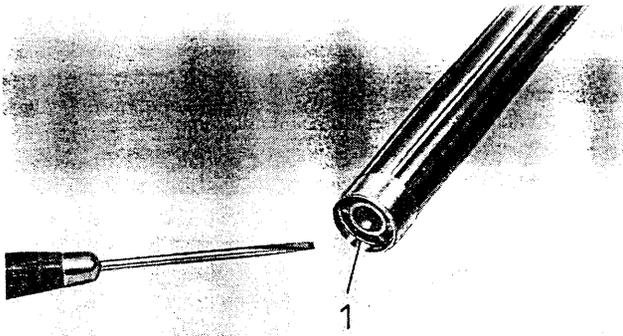
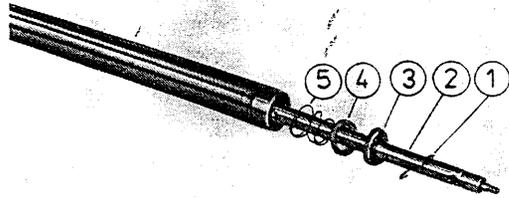
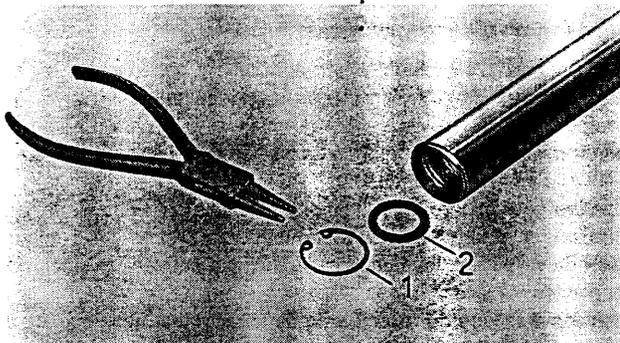
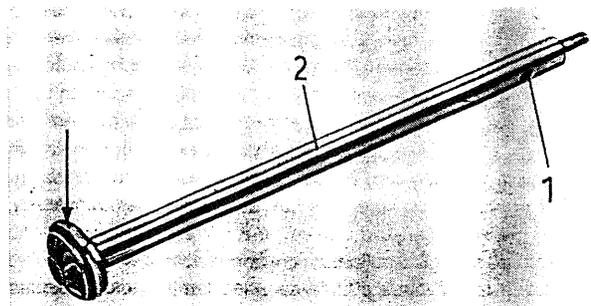

Fig. 26. Faire sortir en pressant la bague ronde du tube de guidage
Fig. 27. Déposer l'étrangleur, le disque de soupape et le ressort de compression
Fig. 28. Oter la rondelle de butée (épaisse de 2 mm)
Fig. 30. Contrôle du tube-support
- Faire glisser le tube-support (6) dans le tube de guidage (A).
- Enlever la bague ronde 32 x 1,6 (fig. 26) du tube de guidage. L'étrangleur (3) placé derrière la bague ronde est pourvu d'une découpe fraisée sur le diamètre extérieur pour que la bague ronde puisse être faite sortie en la pressant à l'aide d'un petit tournevis. Enlever l'étrangleur (3), le disque de soupape (4) et le ressort de compression du disque de soupape (5) (voir fig. 27).
- Pour faciliter les explications données, la fig. 27 montre également le tube-support introduit.
- Ensuite, enlever le circlip (1) se trouvant derrière le ressort de soupape et ôter la rondelle de butée (2) placée en dessous (fig. 28).
- Contrôler le tube-support (2 à la fig. 30) pour détecter des détériorations. Le segment de piston en miramid (flèche) doit être exempt de cannelures sur la surface de joint sinon la pression d'amortissement est trop basse. L'alésage d'amortissement (1) du tube-support doit être sans ébarbures et son diamètre ne doit pas être changé.
- Le tube-support (2 à la fig. 30) est fait glisser par le bas (côté de soupape) dans le tube de guidage contrôlé (A). Le segment de piston en miramid est auparavant installé avec de l'huile pour amortisseurs. Monter la rondelle de butée (2) et la bague de retenue (1) d'après la fig. 28. Prendre soin que la bague de retenue soit parfaitement ajustée. Placer le ressort de compression (5) du diamètre de 27 mm contre la bague de retenue et mettre en place le disque de soupape (4), le côté rectifié étant dirigé vers l'étrangleur placé après. Ensuite, dresser l'étrangleur d'un seul côté, contre la direction du rayon et de la découpe fraisée, sur une plaque à retoucher à l'aide d'une toile fine à l'éméri et le monter de sorte que le côté dressé soit dirigé vers le disque de soupape (fig. 27). Mettre en place la bague ronde (1). Pour des raisons de sécurité, il est recommandé d'employer des bagues neuves et de faire attention à l'ajustement parfait dans la rainure (fig. 27).